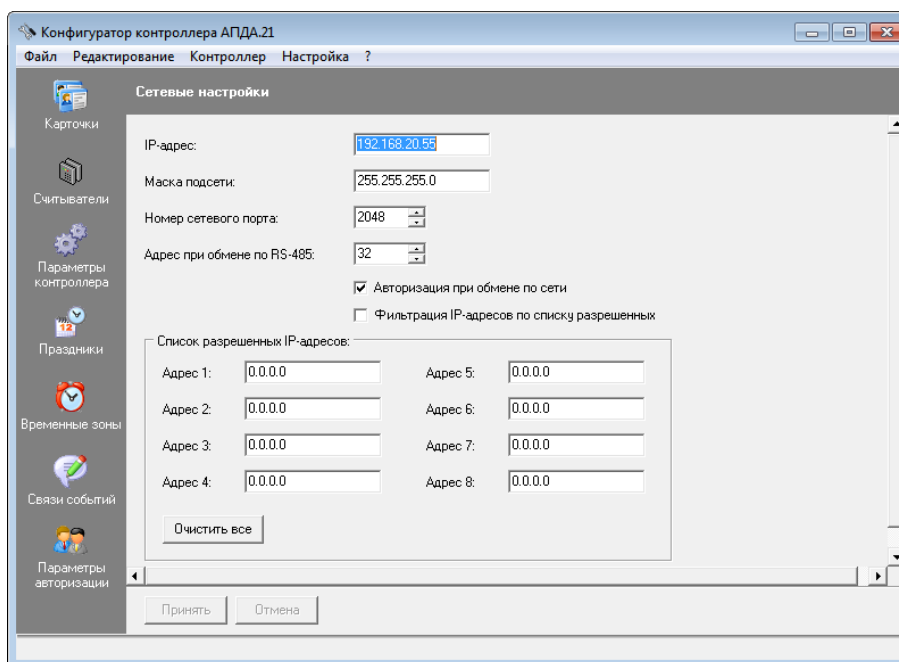

Рисунок 43 – Окно "Сетевые настройки"
- 8) Выберите пункт меню "Редактирование/Сетевые настройки". В рабочем окне программы отобразится окно "Сетевые настройки" (см. Рисунок 43).